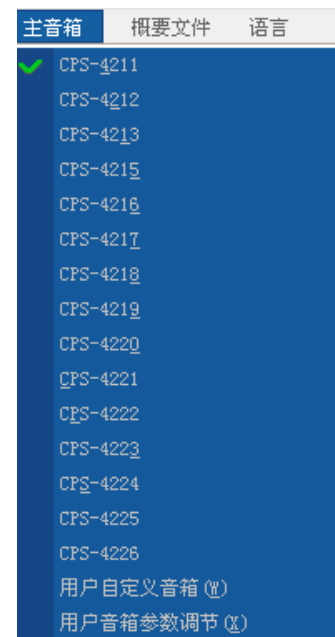

图 5-9 主音箱型号选择界面
(1) DCP600 内置了多种中广华夏音箱的补偿曲线，用户只需要选择使用的主音箱型号即可，例如：图 5-9 现场所接主音箱为 CPS4211，那么软件里也就在 CPS4211 打勾。